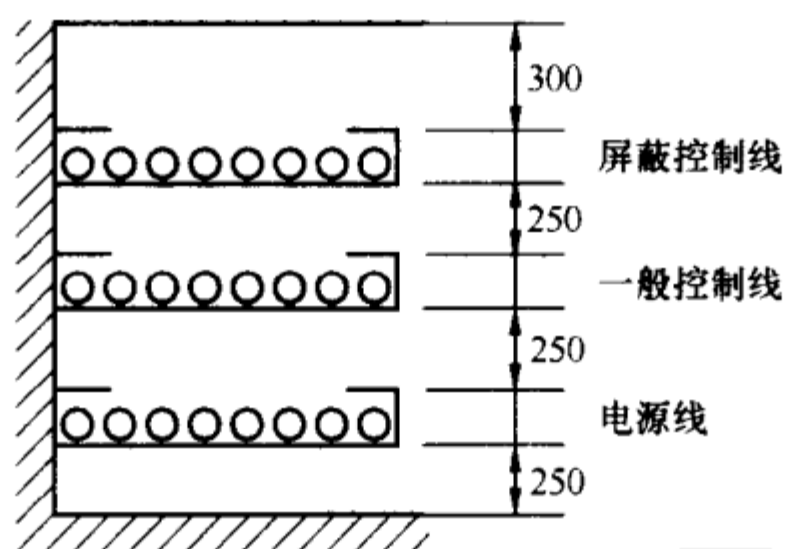

图 89 不同线路分层敷设
(1) 电源部分的抗干扰措施。请见第 174 问。
(2) PLC 输入/输出(I/O)的抗干扰措施。请见第 175 问。
(3) PLC 系统接地抗干扰。请见第 204 问。
(4) PLC 在安装方面的抗干扰措施。
① PLC 不能与高压电器安装在同一个开关柜内。在柜内 PLC 应远离动力线，两者间距应大于 20cm。
② 在装有 PLC 的柜内，尽量不设 PLC 控制的电感元件。如有接触器、继电器线圈，则必须采用消火花电路。
③ PLC 的基本单元与扩展单元之间的电缆传送的信号电压低、频率高，易受干扰，因此不能将它与别的线路敷设在同一管道内。
④ 信号线与电源线应分开，尽量避免平行敷设。若无法分开，也应有至少 1m 的间距。最好成 90°交叉通过。
⑤ 电源线(照明、PLC、微机)、一般控制线(继电器、接触器回路、检测回路、反馈回路)和屏蔽控制线(铂电阻、通信回路、脉冲计数回路)应分层敷设，隔层设屏蔽导体，如图 89 所示。